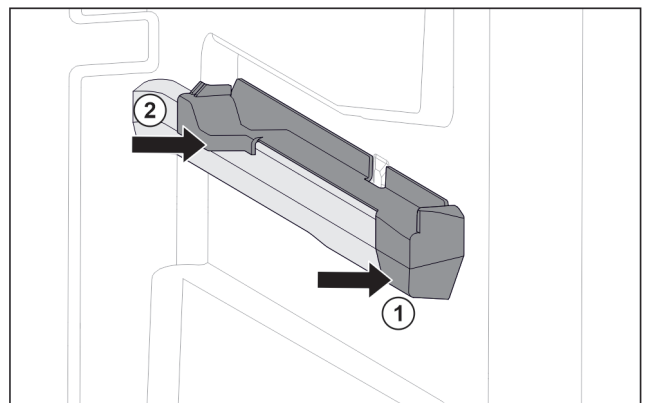

Fig. 109 Nasazovací díl na pravém žebrování na nádoby
- ▶ Nasadte nasazovací díl na žebrování na nádoby. Fig. 109 (1)
- ▶ Přitlačte nasazovací díl k zadní části. Fig. 109 (2)